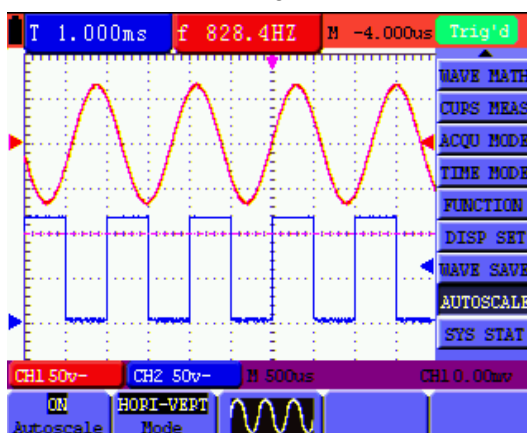

Fig. 51: Función de escala automática: formas de onda horizontal-vertical de periodos múltiples
6. Pulse **F3** y seleccione . Verá una pantalla como la siguiente (fig. 51):